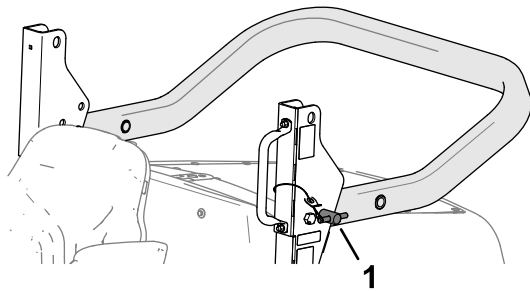

Figura 31
2. Retire los pasadores de la barra antivuelco de los soportes de giro (Figura 31).